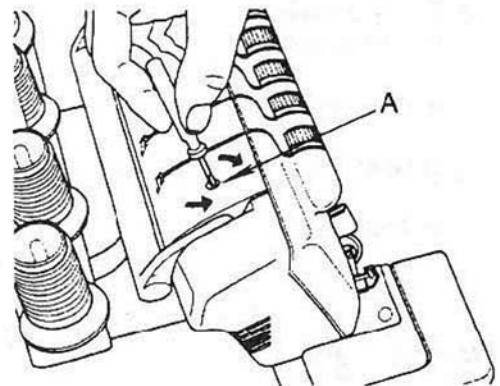
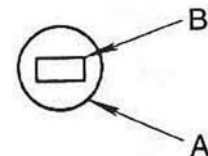

Abb.40
Abb.41
Führen Sie den kleinen Schraubendreher in das Loch auf der Oberseite der Maschine (Abb. 40). Hier befindet sich die Druckeinstellschraube (A). Stellen Sie sicher, dass der Schraubendreher in den Schlitz der Druckeinstellschraube (B) greift (Abb. 41).
① **Hinweis:**